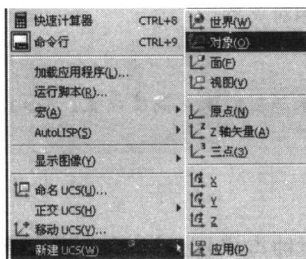

图 1-13 设置用户坐标系
(2) 根据对象调整用户坐标系。选择【工具】|【新建 UCS】|【对象】命令, 如图 1-13 所示。